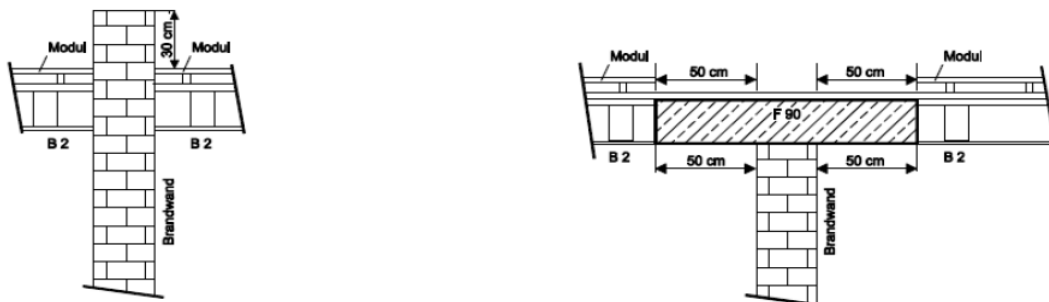

Abbildung 5: theoretisch mögliche Mindestabstände zwischen PV-Modul und Brandwand
- PV-Module können maximal bis an die Brandwand angrenzend installiert werden, wenn die Brandwand mind. 30 cm über die Moduloberkante geführt ist (siehe Abb. 5).
- Wird der Brandüberschlag durch ein waagrechtes Schott aus nicht brennbarem Material verhindert, dürfen die Module erst ab einem Abstand von mind. 50 cm zur Brandwand installiert werden (siehe Abb. 5).